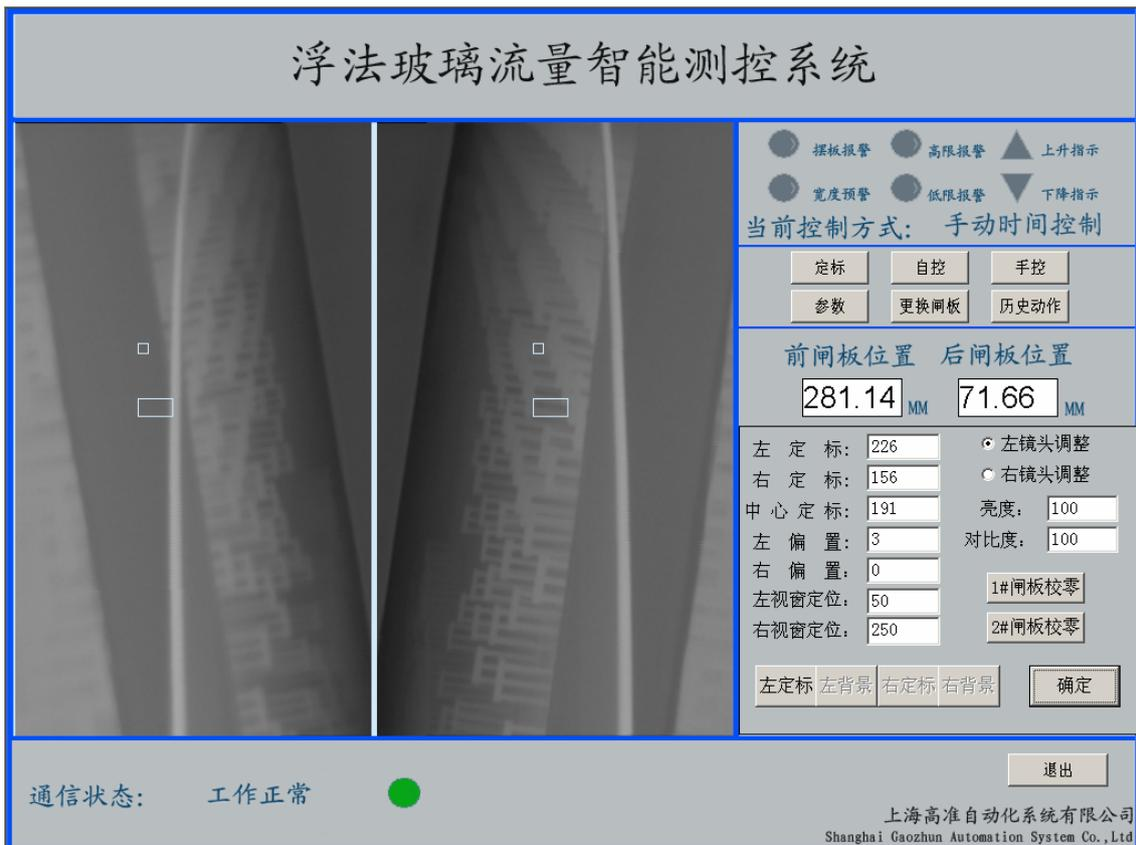

图 6 定标界面
5.2 、当用鼠标左键单击“定标”按钮以后，进入定标界面，如图 6 所示：